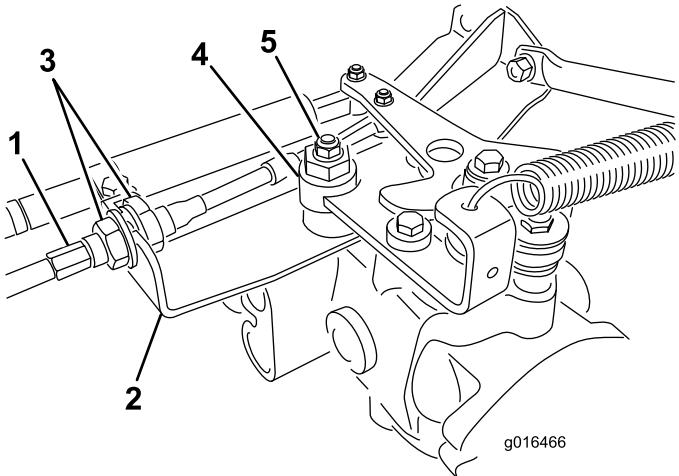

Figure 39
- A. Desserrez les deux écrous de blocage qui fixent le câble de commande de transmission à la traversée sur l'hydrostat (Figure 39). Desserrez les écrous de blocage uniformément et suffisamment pour permettre le réglage.
Remarque: Desserrez l'écrou de fixation de l'excentrique en haut de l'hydrostat (Figure 39).
- E. Lorsque la route arrête de tourner, serrez l'écrou pour bloquer l'excentrique et le réglage (Figure 39).
- G. De chaque côté de la traversée, serrez les contre-écrous uniformément pour fixer le câble de transmission à la traversée (Figure 39). Ne tordez pas le câble.